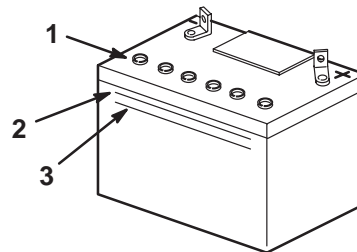

Bild 17
2. Sehen Sie sich die Seite der Batterie an. Der Füllstand muss bis zur oberen Linie reichen (Bild 17).
3. Nehmen Sie die Entlüftungsdeckel von der Batterie ab (Bild 17).
4. Gießen Sie langsam destilliertes Wasser in jede Batteriezelle, bis der Säurestand die obere Linie (Bild 17) am Batteriegehäuse erreicht.
5. Warten Sie nach dem Füllen der Batteriezellen fünf bis zehn Minuten. Gießen Sie bei Bedarf destilliertes Wasser in jede Batteriezelle, bis der Säurestand die obere Linie (Bild 17) am Batteriegehäuse erreicht.